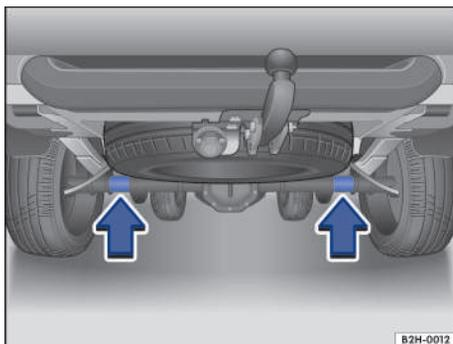

Fig. 207 Puntos de apoyo para el gato en la parte trasera.
Coloque el gato únicamente en los puntos de apoyo que se muestran → fig. 207 (flechas).
3. Busque en la parte delantera → fig. 205 o trasera → fig. 207 el punto de apoyo para el gato que esté más cerca de la rueda que haya que cambiar.